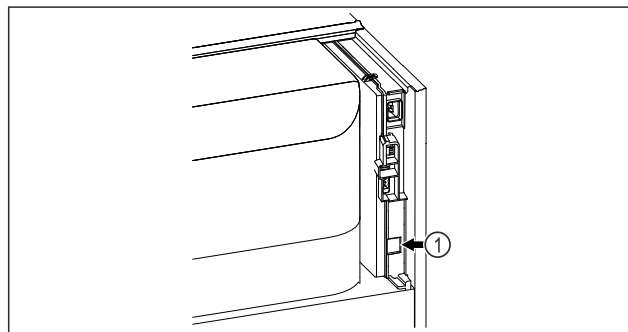

Fig. 86
- SmartModule Fig. 86 (1) is geplaatst.